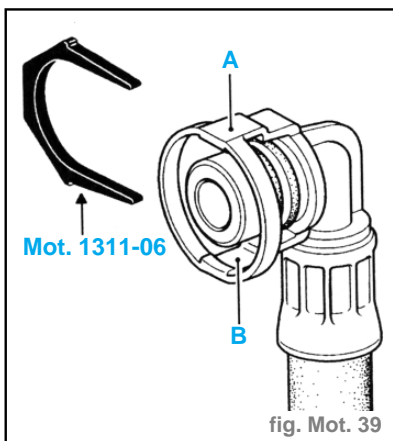

fig. Mot. 39
- Pour déposer les raccords du filtre à gazole, passer l'outil Mot. 1311-06 entre les deux branches (A) et (B). (fig. Mot. 39)
- Pour la dépose de l'ensemble bloc filtrant, il est nécessaire d'utiliser l'outil **Mot. 1311-06** pour retirer les raccords rapides. (fig. Mot. 39)